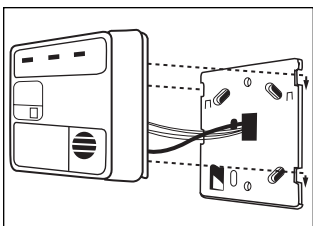

FIGURE 6
9. Alignez les pattes du dos de la base sur les fentes situées le long des côtés de la plaque de fixation. Faites glisser la base vers le bas jusqu'à ce qu'elle s'enclenche (Figure 6).